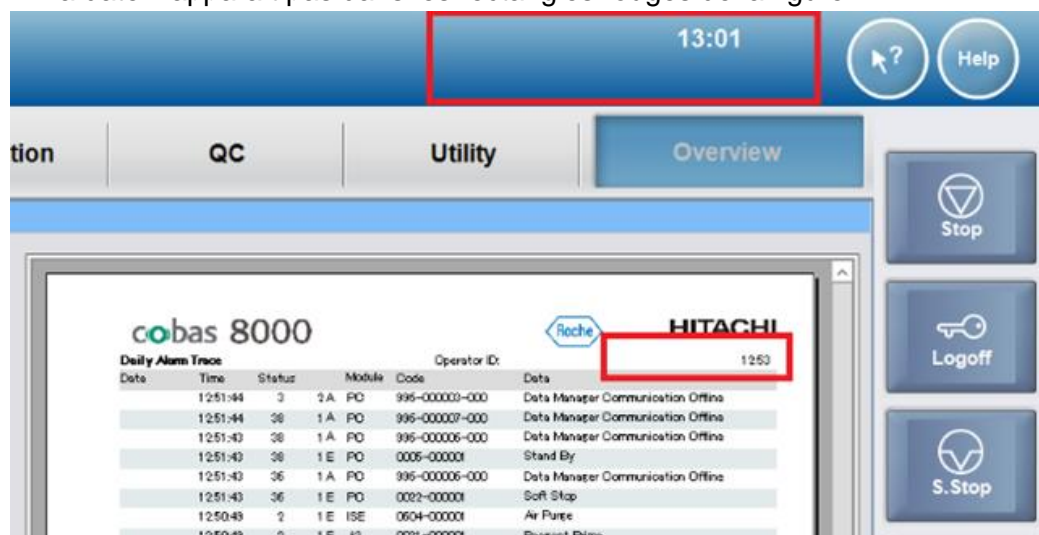

Figure 1 : La date n'apparaît pas dans les rectangles rouges.
1. La date n'apparaît pas dans les rectangles rouges de la figure 1.
Vérifiez si la date apparaît dans les rectangles rouges de la figure 1 avant de sélectionner le bouton Démarrer ou au moins une fois par jour. Lorsque la date n'apparaît pas, cela signifie que la limitation logicielle a eu lieu sur l'instrument.